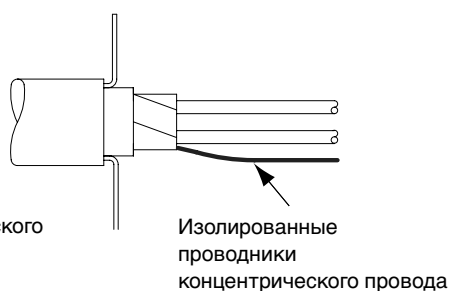

Рис. 5
- 3.4 Покрыть напылением или кистью проводники концентрического провода лаком или покрытием и выдержать их для сушки (см. рис. 5)